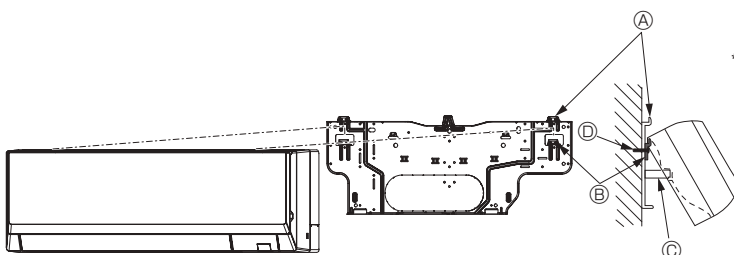

Fig. 3-12
• Quando l'unità interna non può essere sospesa e sollevata con il gancio normale (la dimensione 2.1. ⓧ, lo spazio tra il soffitto e l'unità, è pari o inferiore a 75 mm), sospendere l'unità sul gancio inferiore per la tubazione sinistra. (Fig. 3-12)
(Fig. 3-12)